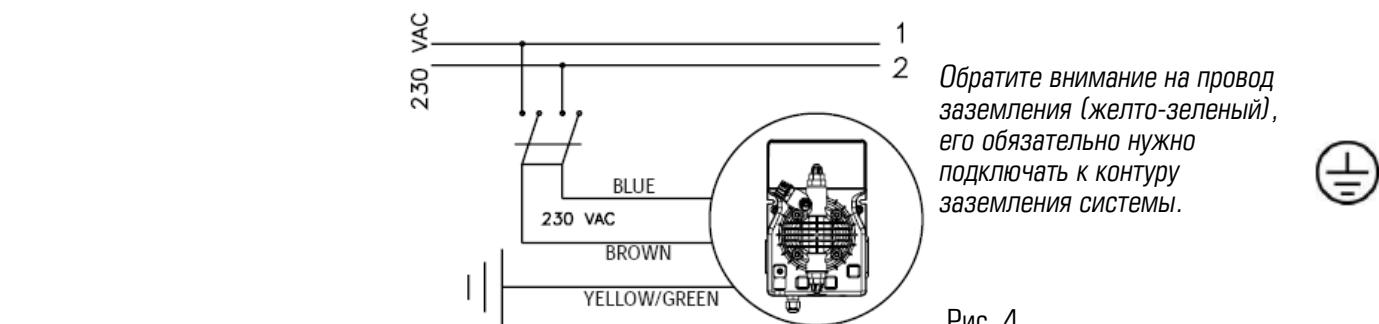

Рис. 4
-  1. Отсоединить вилку кабеля электропитания от сетевой розетки 220V или отключить питание двухполюсным выключателем с минимальным расстоянием между контактами 3 мм (Рис. 4)
1. Отсоединить пины от сетевой розетки или отключить питание двухполюсным выключателем с минимальным расстоянием между контактами 3 мм (Рис. 4)
**b.** – Перед началом установки ознакомьтесь с правилами электрических подключений в вашем регионе. (Рис. 4)